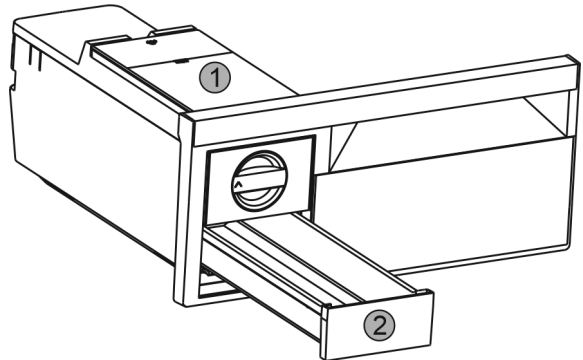

Fig. 47
- ▶ Watertank Fig. 47 (1) en ijsblokjeslade Fig. 47 (2) verwijderen.